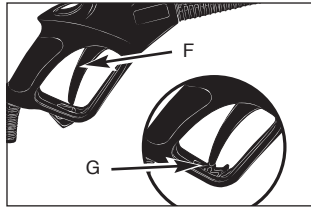

Fig. 3-2D
6. Insert power cord into power outlet. Pull the trigger (F) to allow water to flow through and eliminate any trapped air. Wait for steady flow of water to discharge from the spray nozzle. Ensure the safety lock (G) is released before pressing trigger (F). (Fig. 3-2D)
6. Insérez le cordon d'alimentation sur la prise du secteur. Appuyez sur la gâchette (F) pour permettre à l'eau de couler et éliminer toute bulle d'air. Attendez d'avoir un écoulement d'eau fluide avant d'asperger l'eau avec l'embout de sprayage. Assurez-vous que le verrou de sécurité (G) est bien libéré avant d'appuyer sur la gâchette (F). (Fig. 3-2D)